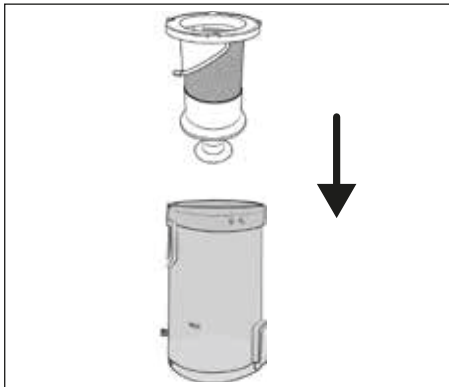

Fig. 23
- 6) Coloque o filtro de aço inoxidável **6** no reservatório de pó **7** e pressione-o completamente para baixo (ver fig. 23). Tenha atenção aos elementos de fixação de diferentes tamanhos existentes no filtro de aço inoxidável **6**. Estes elementos de fixação só permitem colocar o filtro de aço inoxidável **6** numa determinada posição no reservatório de pó **7**.